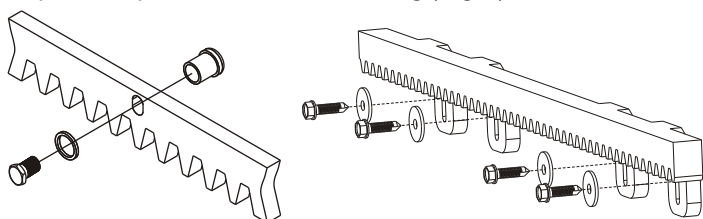

Fig. 7
5.2. Fixer à chaque élément de la crémaillère les cliquets de support à l'aide des vis de blocage qui doivent être positionnées sur la partie supérieure du trou oblong (Fig.7);